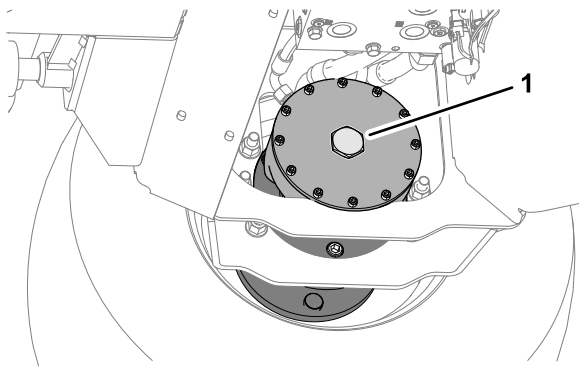

**Figura 49**
2. Montate il tappo esagonale sulla piastra terminale del motore (Figura 49).